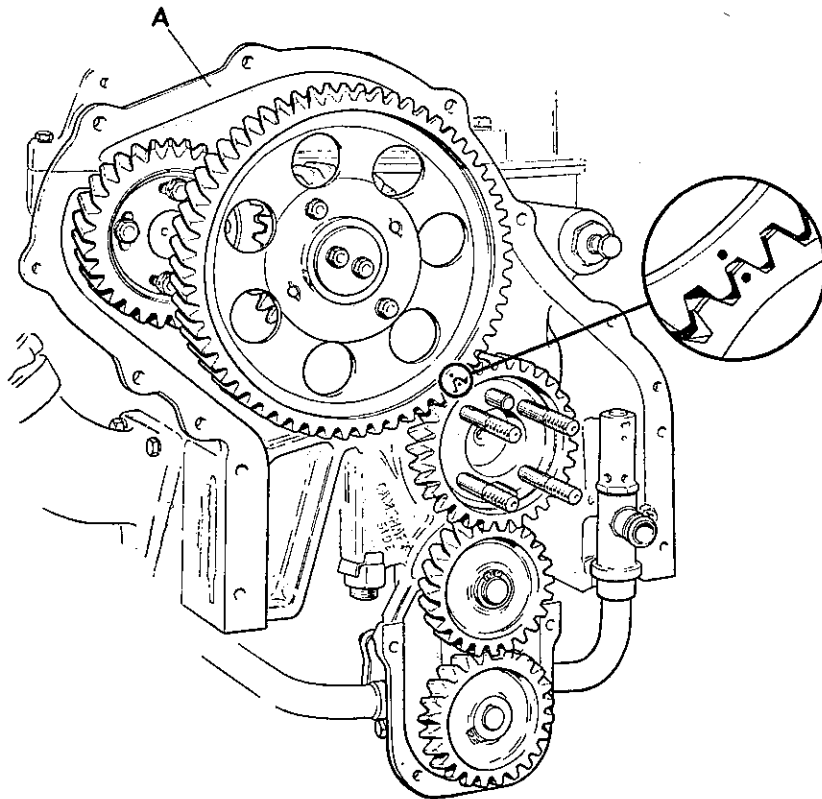

Fig. 22 Merktokens op tandwielen
- g. Demonteer de eindplaat, welke met 3 stelschroeven aan de bovenzijde van het cylinderhuis bevestigd is. (Zie fig. 22 'A').